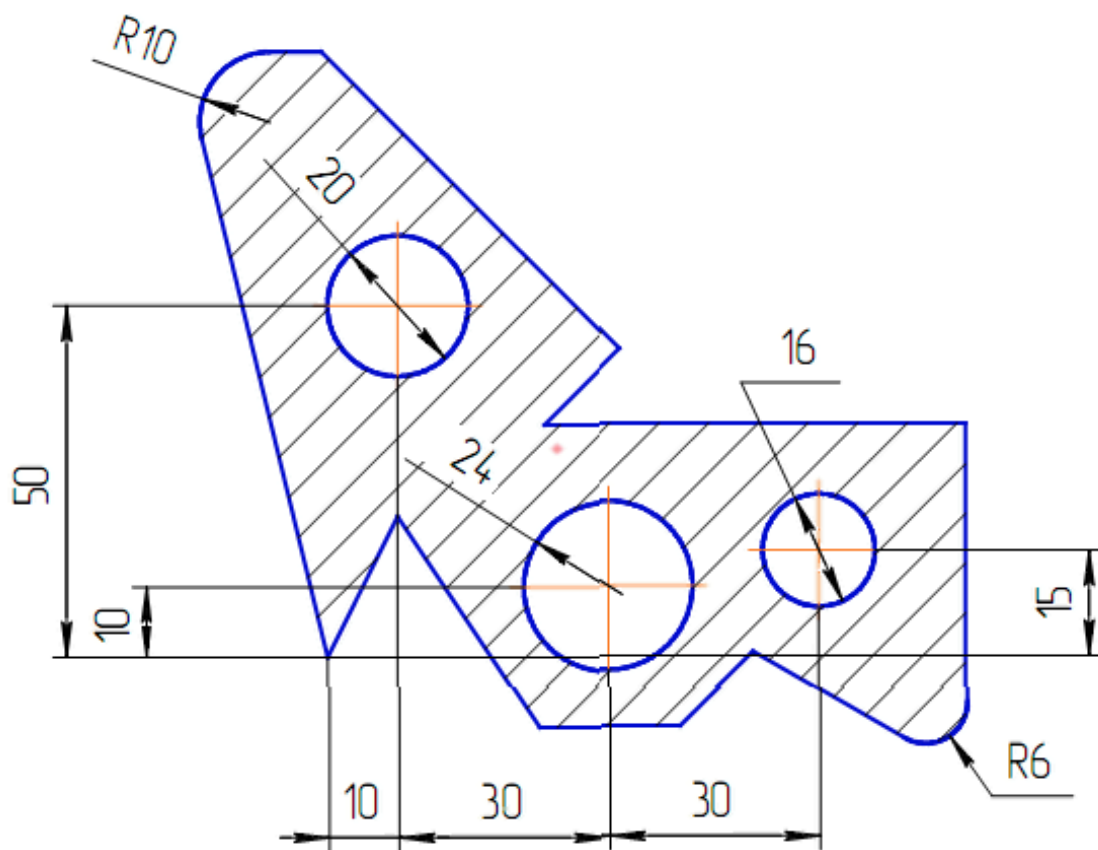
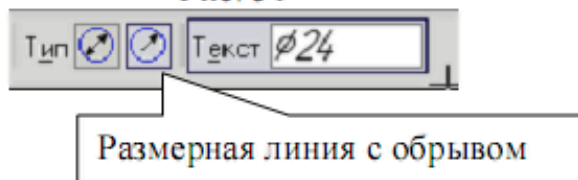

Рис. 41
Рис. 52
Задание (рис. 41):
- Проставьте размер радиуса $R10$. Для этого установите курсор на дуге, щелкните левой кнопкой мыши и расположите размер согласно рис. 41.
В параметрах: в **размещении текста** установите **На полке вправо**, рис. 49, **Стрелка – Снаружи**, рис. 50. Проставьте размер согласно рис. 41. Прервите команду.
- Для простановки диаметра $\varnothing 20$ мм в автоматическом режиме установите курсор на окружности, щелкните левой кнопкой мыши и расположите размер согласно рис. 41.
- Для простановки диаметра $\varnothing 16$ мм на полке установите курсор на окружности, щелкните левой кнопкой мыши, активизируйте **Параметры - Размещение текста - На полке вправо** (рис. 49) и расположите размер согласно рис. 41.
- Для простановки диаметра $\varnothing 24$ с обрывом в ручном режиме установите курсор на окружности, щелкните левой кнопкой мыши, активизируйте кнопку **Размерная линия с обрывом**, рис. 52. Сделайте активными **Параметры – Размещение текста – Ручное** (рис. 49). Расположите размер согласно рис. 41.